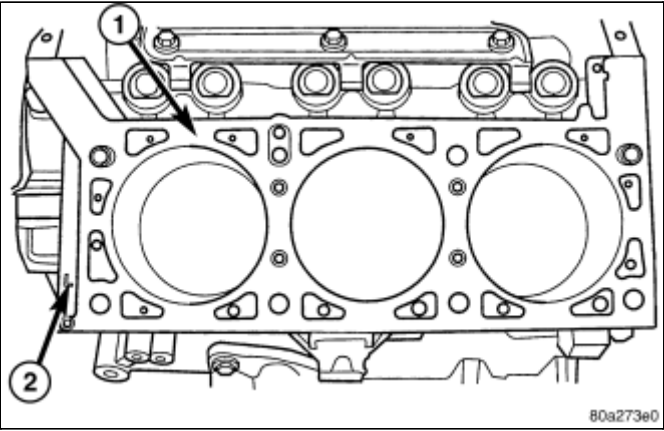

图 1 缸盖/衬垫
2. 将新衬垫放置到缸体上\(图 1\)。 左侧气缸列衬垫用发动机前部衬垫露出部位刻印的“L”标识（如\(图 1\)中所示）。 右侧气缸列衬垫也用衬垫露出部位中刻印的“R”标识，但是它位于发动机后部。